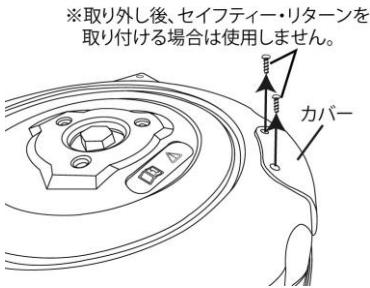

図1
- ③セイフティー・リターンを取り付ける場合は、カバーを固定しているネジを反時計回転方向に回して緩め、カバーを取り外してください。セイフティー・リターンを取付後、付属ネジを時計回転方向に回して締め付けて固定してください（図1～4参照）。